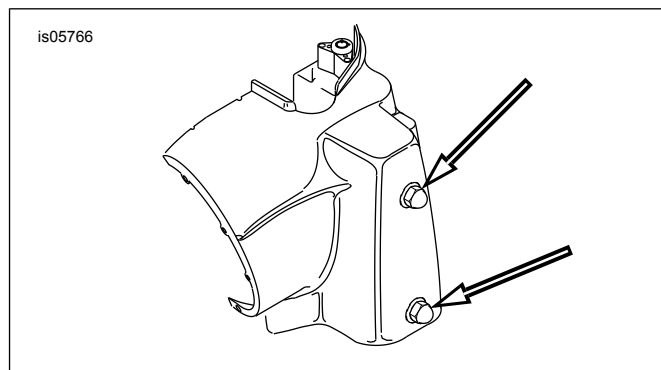

Figure 9. Mga Fastener ng Headlamp Nacelle (FLHR na mga Modelo)
3. Tingnan ang Figure 9 . Luwagan ang dalawang acorn nut na humahawak sa kaliwang kalahati ng nacelle (tingnan ang mga arrow). Ulitin para sa kanang kalahati ng nacelle.